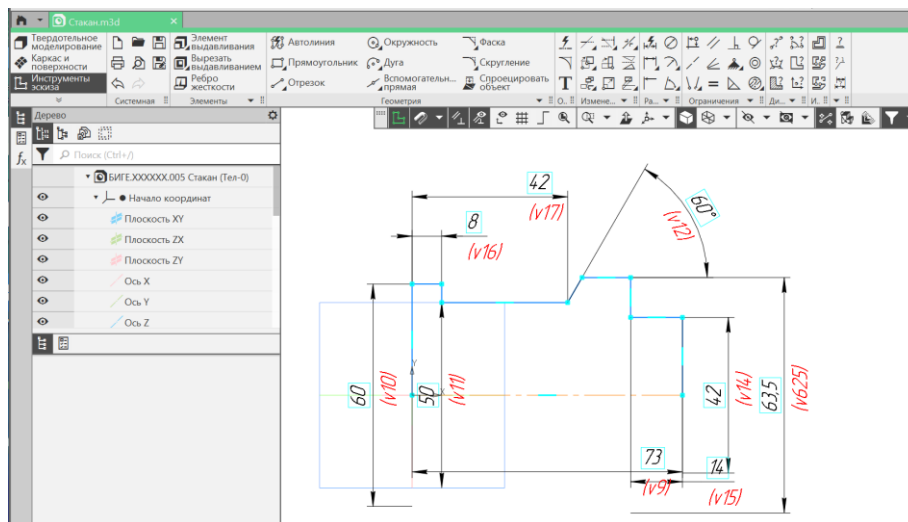

Рис. 2 Эскиз наружной поверхности модели детали «Стакан»
- **Инструменты эскиза – Геометрия – Отрезок.** Параметры команды Отрезок: геометрические ограничения – Объединить точки: начало координат (0, 0, 0) и первая точка отрезка, Выравнивание отрезков по горизонтали и вертикали; размерные зависимости (рис. 2).